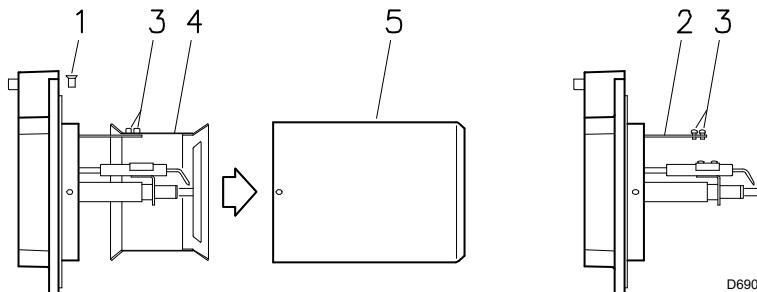

Fig. 8
4.5 Fissaggio del bruciatore alla caldaia (Fig. 8)
- Svitare le viti 1) (Fig. 8) e smontare il boccaglio 5)